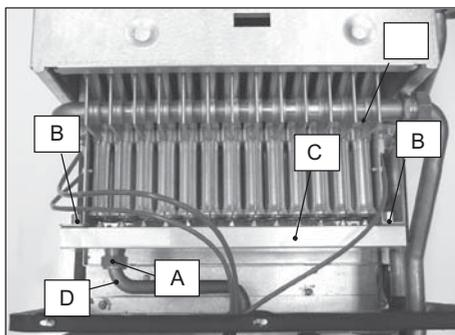

Fig. 8.1
- Svitare il girello "A" e le viti "B" Fig. 8.1 .
- Sfilare frontalmente il collettore gas "C" Fig. 8.1 del bruciatore 17
- Eseguire la trasformazione del tipo di gas sostituendo correttamente gli ugelli più le guarnizioni del collettore gas "C" Fig. 8.1
- Rimontare il collettore gas sul bruciatore 17 in Fig. 8.1 fissandolo con le viti "B".
- Riavvitare il girello "A" interponendo tra il collettore "C" ed il tubo "D" (Fig. 8.1) la guarnizione piana presente nel kit ugelli.